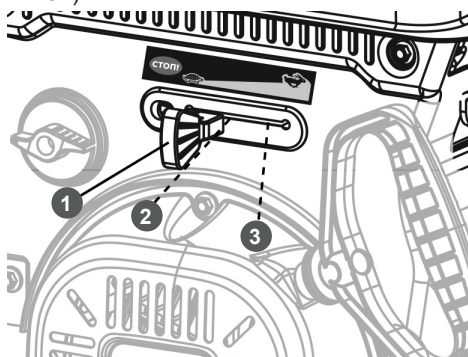

Рис. 31 Положения рычага газа
4. Переведите рычаг газа сначала в крайнее левое положение, затем в крайнее правое, после чего установите рычаг в среднее положение (Рис. 31).
- Рычагом газа переведите двигатель в режим холостого хода (переведите рычаг газа в положение 2 (Рис. 31).
- Переведите рычаг газа в положение 1 (крайнее левое) (Рис. 31).